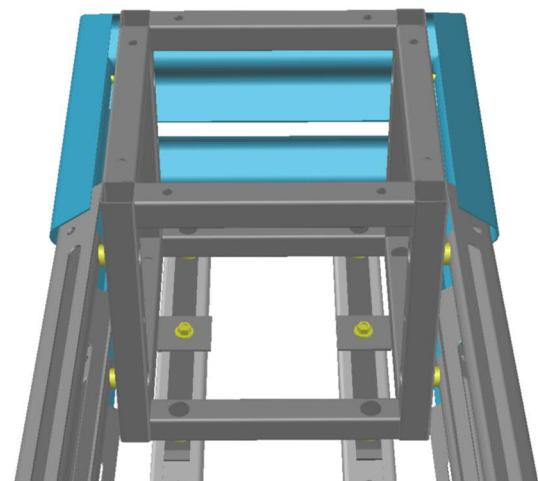

Abbildung 37
*Hinweis: Es ist darauf zu achten, dass die Kopfstücke mittig und symmetrisch am Schlitten verschraubt werden (siehe Abb. 37).*